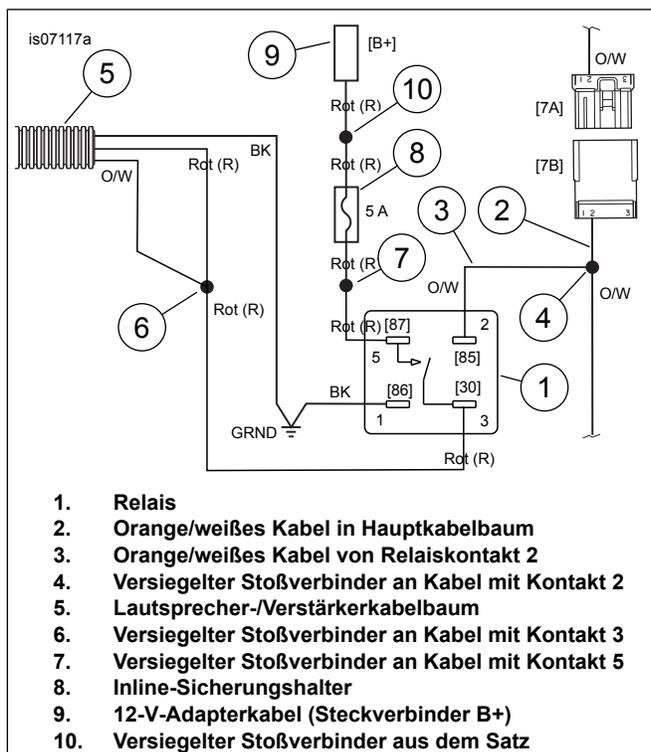
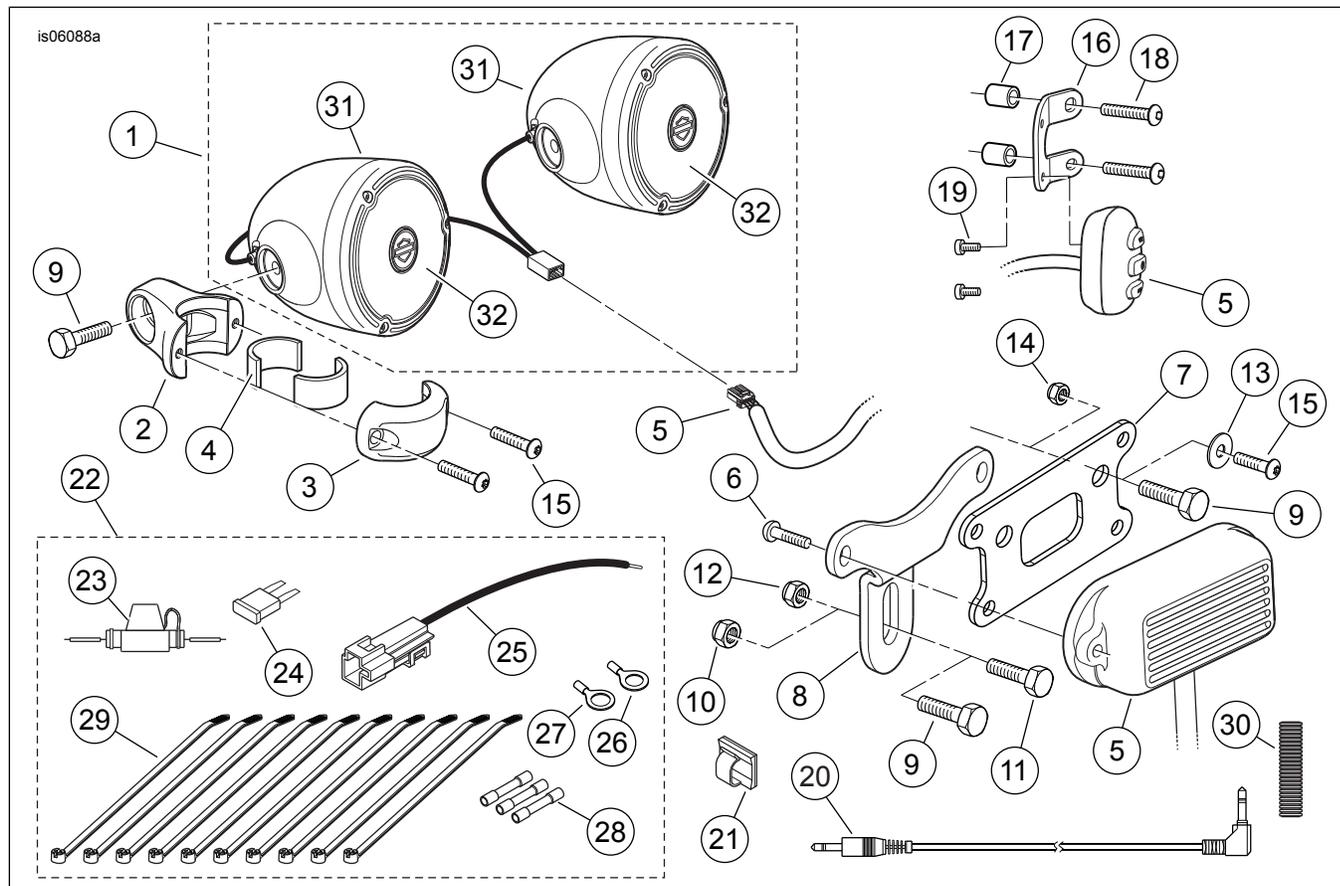

Abbildung 5. Stromlaufplan, Lautsprecher-/Verstärkerkabelbaum an Relais
Abbildung 7. Ersatzteile, lenkermontierte Lautsprecher- und Verstärkersätze
2. Siehe Abbildung 7. Den Elektrik-Befestigungsteilepack (22) aus **DIESEM** Satz bereitlegen.
3. Den Inline-Sicherungshalter (23) und einen blauen versiegelten Stoßverbinder (28) aus dem Befestigungsteilebeutel nehmen.
5. Siehe Abbildung 5. Eine geeignete Stelle unter dem Sitz für das Relais (1) suchen. Die Kontakte müssen **nach unten zeigen oder horizontal sein**. Die Kontakte dürfen nicht nach oben zeigen.
6. Das **orange/weiße** Kabel (2) im **Hauptkabelbaum** in der Nähe des Heckleuchtensteckverbinders [7] durchschneiden.
7. Siehe den entsprechenden Anhang im Werkstatthandbuch. Die zwei geschnittenen orange/weißen Kabel am versiegelten Stoßverbinder (4) des orange/weißen Kabels (3) von Relaiskontakt 2 verspleißen und mit einer geeigneten Hitzequelle verschweißen.
13. Siehe Abbildung 7. Eine Kabelöse aus dem Elektrik-Befestigungsteilepack nehmen.
- **Dyna Wide Glide-Modelle:** einen Kontakt mit einem Innendurchmesser von 7,9 mm (5/16 in) (27) verwenden.
- **Alle Modelle AUSSER Dyna Wide Glide:** einen Kontakt mit einem Innendurchmesser von 6,4 mm (1/4 in) (26) verwenden.
2. Kabelüberlänge unter dem Kraftstofftank, im Scheinwerfertopf oder unter der Lenkerschelle aufrollen, so dass sie die Lenkerfunktionsweise nicht beeinträchtigt. Die 5-A-Sicherung (24) in den Inline-Sicherungshalter auf dem roten Kabel einsetzen.
5. Siehe Abbildung 7. Der 3,5-mm-Steckverbinder vom Bedienungselement kann mit Kabelbindern am Lenker oder mit dem Clip mit Klebstoffrückseite (21) aus dem Satz an der oberen Gabelbrücke oder am Topf gesichert werden. Bei Verwendung des Clips: